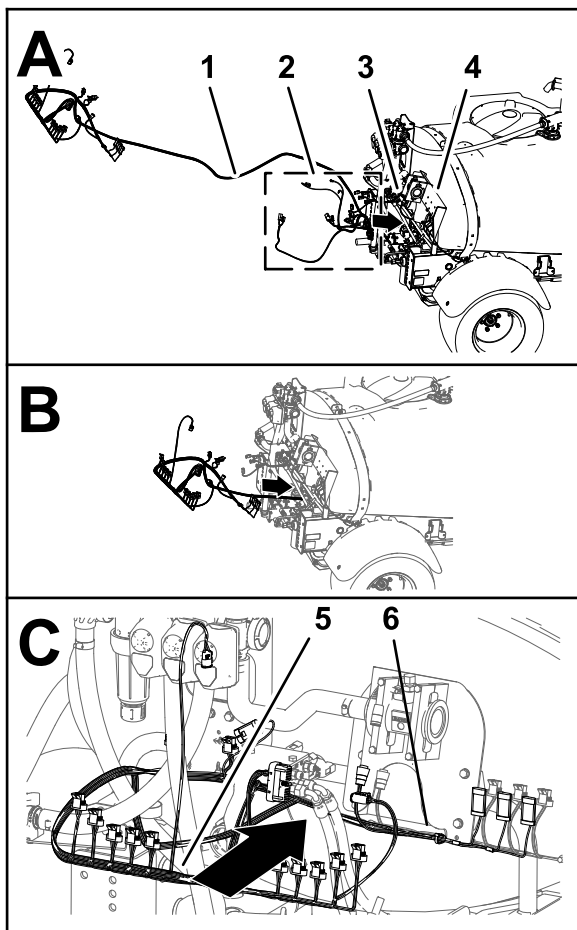
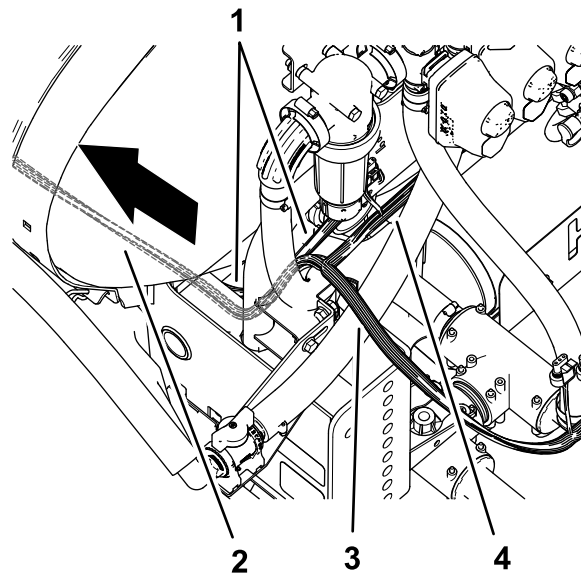

Figura 78
Figura 79
2. Encaminhe a secção da cablagem com 84 cm, a secção com 60 cm e a secção com 66 cm da cablagem do kit para o lado esquerdo da máquina ao longo da cablagem da máquina (Figura 78 e Figura 79).